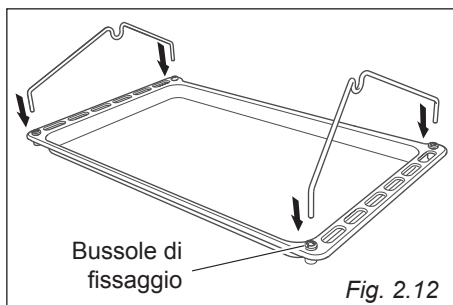

Fig. 2.12
**1. Preparare il supporto girarrosto (fig. 2.12).**